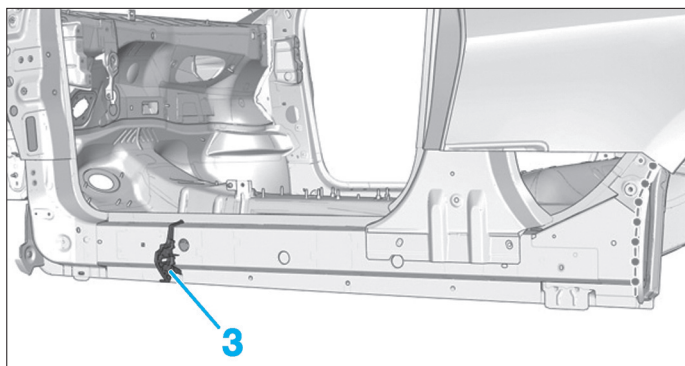

FIG. 99
- Positionner l'insert gonflant (3) (Fig.99).